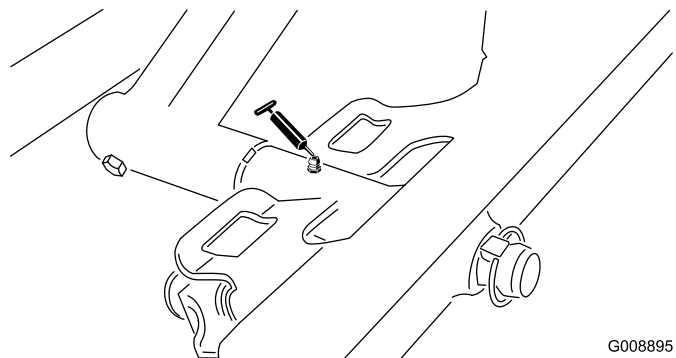

Bild 37
- Drehbüchsen am vorderen Mähwerk (Bild 37)